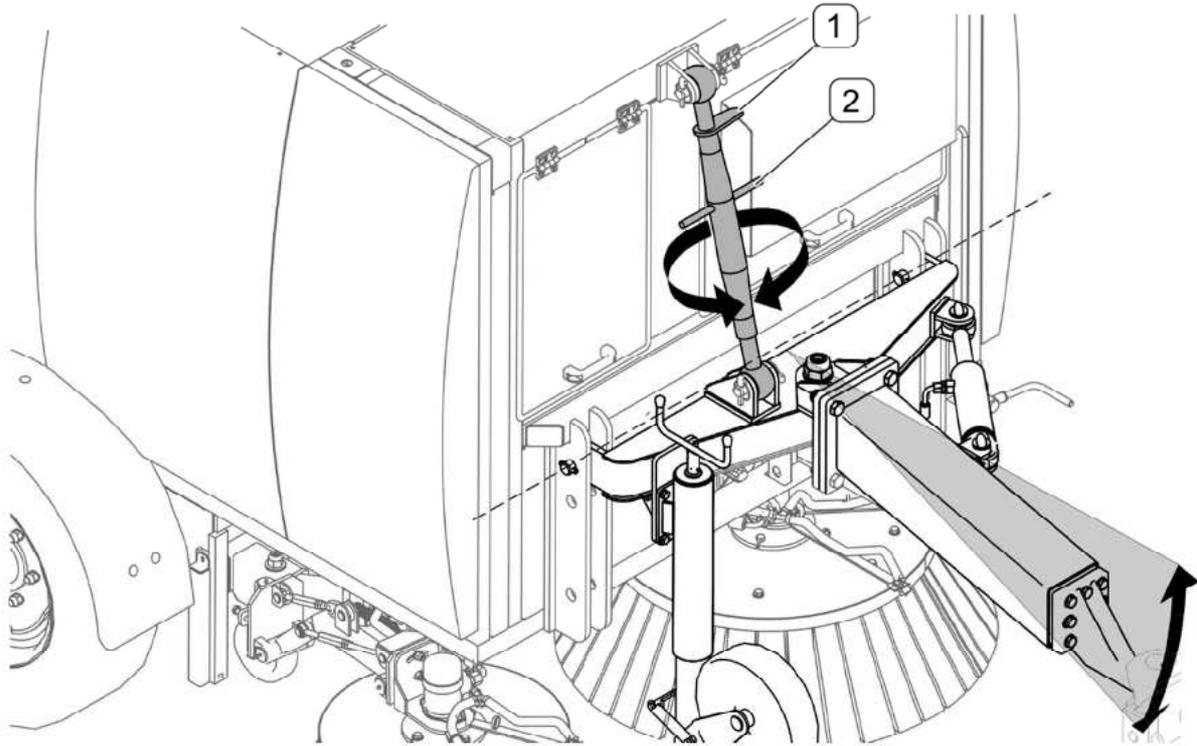

ABB. 4.3 Einstellen der Kupplung an der Kehrmaschine
(1) - Kontermutter; (2) - Einstellhebel am Verbindungselement;
Um einen optimalen Betrieb zu erreichen, muss die Kehrmaschine waagrecht ausgerichtet werden (ABB. 4.3), indem die Kontermutter (1) gelöst und der Einstellhebel am Verbindungselement (2) gedreht wird. Nachdem das Verbindungselement eingestellt ist, die Kontermutter (1) wieder festziehen.